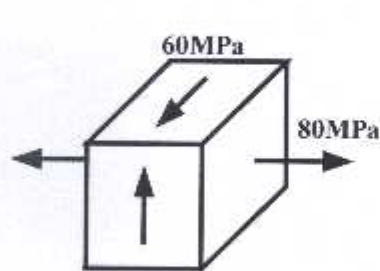

图2-1
- 5 图 2-1 所示单元体的最大正应力  $\sigma_{\max} =$  \_\_\_\_\_ 最大剪应力  $\tau_{\max} =$  \_\_\_\_\_。